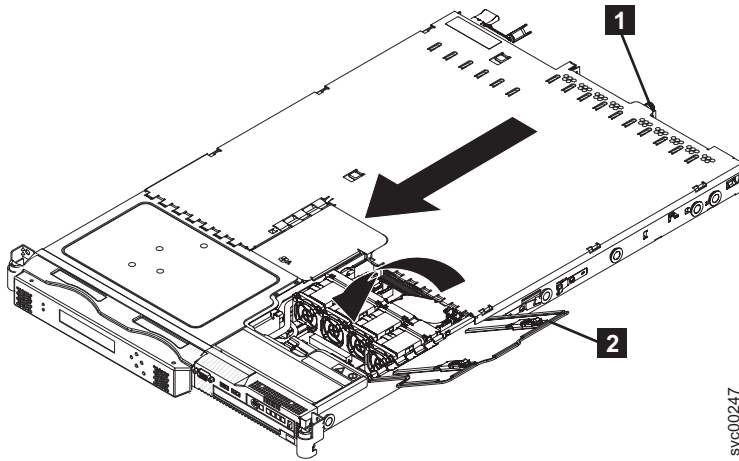

図 71. ファン・ドアを開いた状態の SAN ボリューム・コントローラー 2145-8G4
3. カバーが SAN ボリューム・コントローラー 2145-8G4 上のすべての差し込みタブに正しく噛み合うまで、つまみねじ **1** (95 ページの図 71 を参照) を締めます。